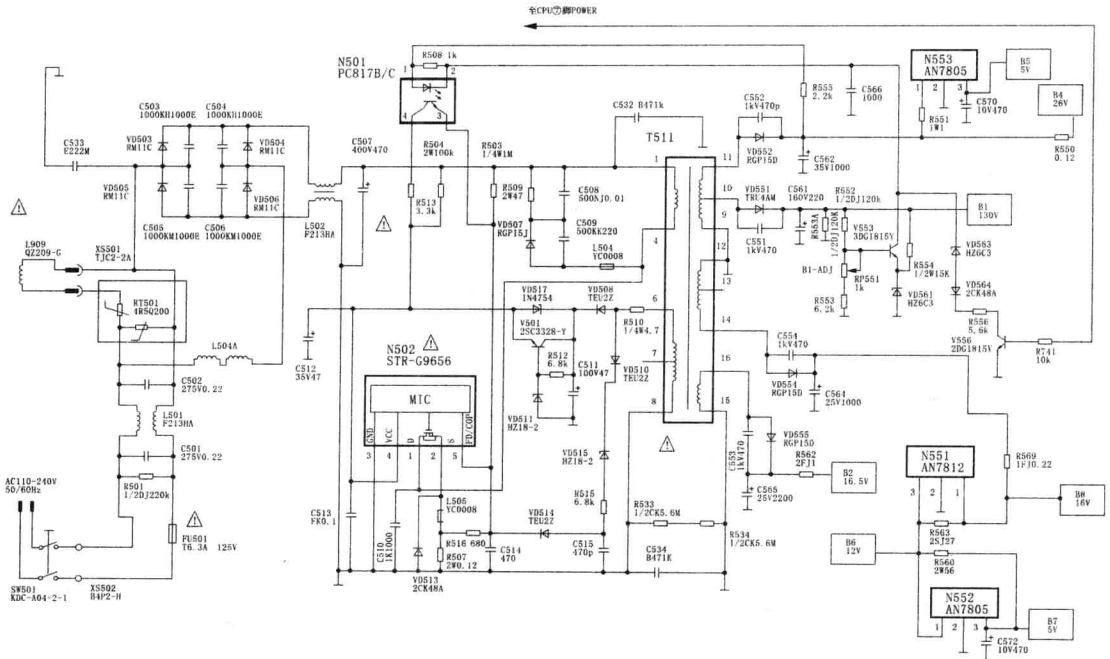

图 2-2 SVA D3405F 型彩电开关电源电路
工作原理 (图 2-2) 220V 交流电经开关 SW501、熔断丝 FU501、互感滤波器 L501, 由桥式二极管 VD503 ~ VD505 整流输出 300V 直流电压, 再经互感器 L502、C507 滤波。此电压一路经开关变压器 T511 的 ①—④ 初级绕组加到集成电路 N502 (STR-G9656) 的 ① 脚 (即开关场效应管的漏极 D), 另一路经启动电阻 R504 加到 N502 的 ④ 脚, 提供正反馈电压, 维持开关电路的振荡状态。